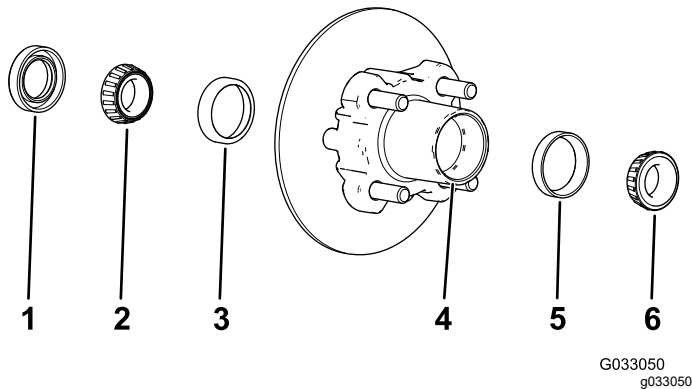

Bild 24
1. Nehmen Sie das äußere Lager von der Radnabe ab (Bild 24).
2. Nehmen Sie die Dichtung und das Innenlager von der Radnabe ab (Bild 24).
5. Entfernen Sie Fett, Schmutz und Rückstände aus dem Hohlraum der Radnabe (Bild 24).
7. Füllen Sie den Hohlraum der Nabe zu 50 % bis 80 % mit der angegebenen Fettsorte (Bild 24).
8. Montieren Sie das Innenlager auf dem Lagerring an der Innenseite der Nabe und setzen Sie die Dichtung ein (Bild 24).